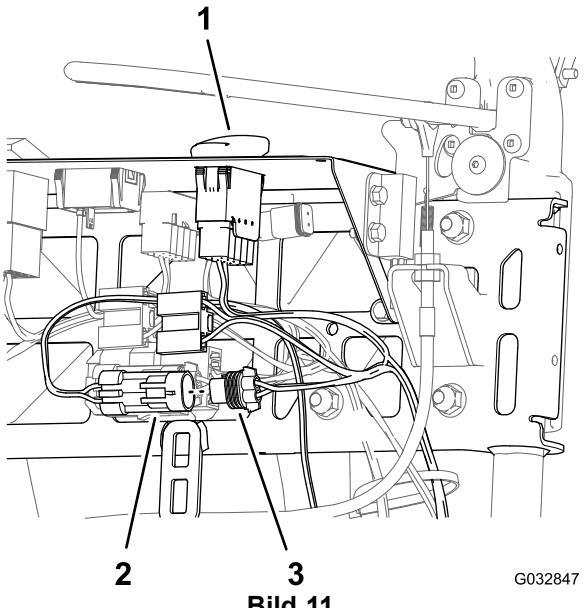

Bild 11
- Fluchten Sie den 2-Buchsen-Stecker des Kabelbaums für die LED-Lampe und dem Kabelbaum für den drahtlosen Betriebsstundenzähler mit dem 2-Stift-Stecker des Kabelbaums der LED-Lampe aus (Bild 11).
- Schließen Sie den 2-Buchsen-Stecker des Lampenkabelbaums am 2-Stift-Stecker des Kabelbaums der LED-Lampe und des drahtlosen Betriebsstundenzählers an (Bild 11).